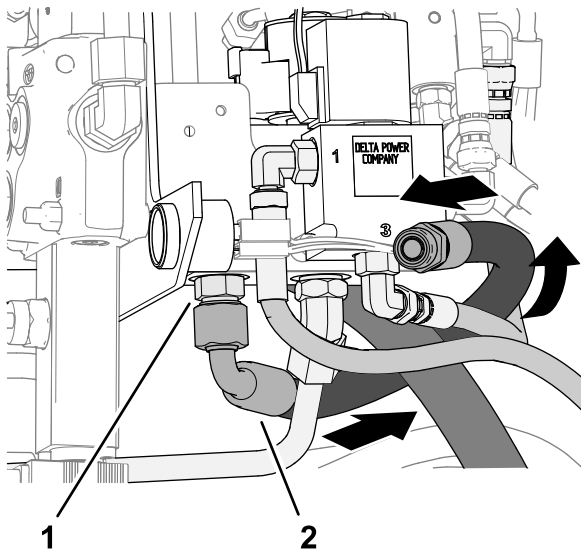

Figura 25
1. Monte el acoplamiento de 90° de la manguera de 41,9 cm al acoplamiento recto del puerto P de la válvula de bajo caudal (Figura 25).